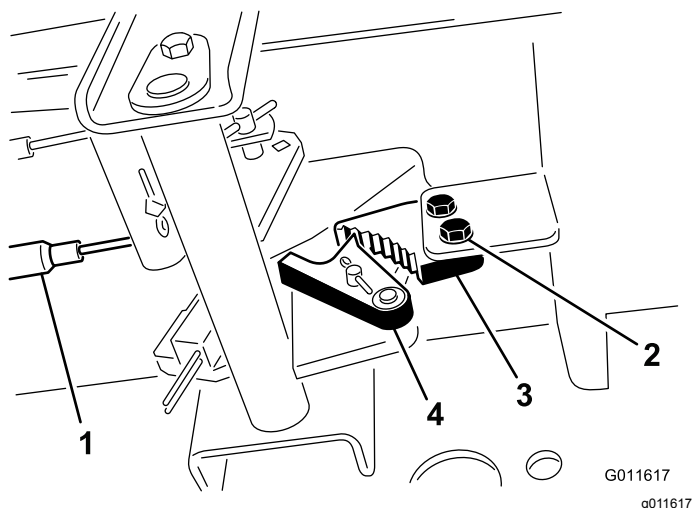

図 88
1. 駐車ブレーキのツメをフレームに固定しているネジ2本をゆるめる 図 88。
2. ブレーキのツメが戻り止めに完全に掛かるまで駐車ブレーキペダルを前に踏み込む 図 88。